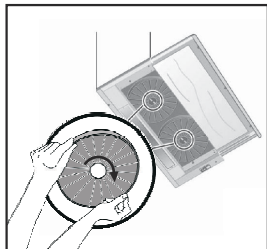

Fig. 6: FILTRO DE CARVÃO AF 100
- 1-Colocar o filtro de carvão na sua estrutura (Fig. 6).
- 2-Rodar o filtro de carvão no sentido horário, assegurar que fica completamente encaixado (Fig. 6).